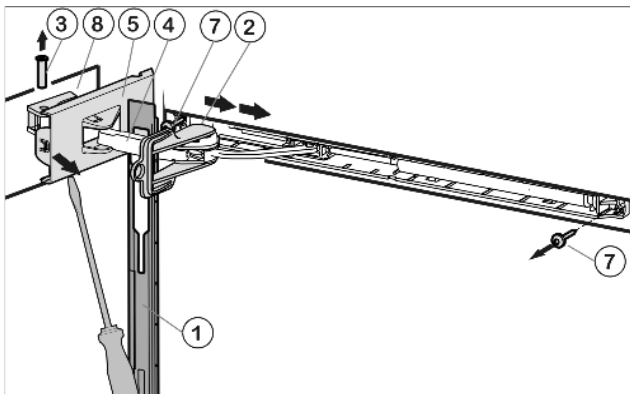

Fig. 5
▶ Сдвиньте накладку над амортизационной скобой Fig. 5 (4) в направлении устройства вперед.
- ▶ Зафиксируйте предохранитель Fig. 5 (2) в продольном пазе.
- ▶ Отсоедините крышку Fig. 5 (5) со стороны шарнира с помощью отвертки до первого фиксатора.
- ▶ Выдавите палец Fig. 5 (3) снизу.
- ▶ Нажмите амортизационную скобу Fig. 5 (4) в направлении дверцы.
- ▶ Полностью отсоедините и снимите крышку Fig. 5 (5) со стороны шарнира.
- ▶ Снимите накладку Fig. 5 (1).
- ▶ Открутите узел амортизатора закрывания дверцы (2 шт. Torx 15) Fig. 5 (7).
- ▶ Открутите опорную деталь Fig. 5 (8) и прикрутите её снова с поворотом на 180° на противоположную сторону. При необходимости просверлите отверстия или используйте аккумуляторную отвертку.